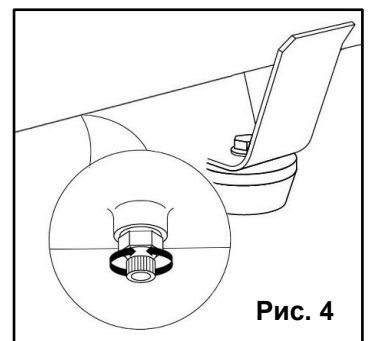

Рис. 4
- Откройте сливной кран (См. Рис.4), расположенный в нижней части ресивера.